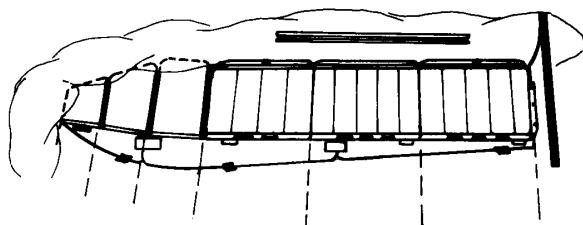

fig 5
7. **Appiattire** il "tetto" così formato salendo sul battello e tirando le drizze per evitare di lacerare il tessuto [fig 5]